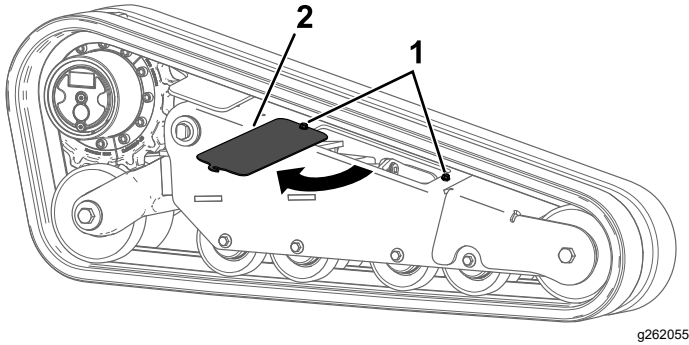

Figure 71
- Desserrez les 2 boulons et ouvrez le capot d'accès (Figure 71).
15. Refermez le capot d'accès et serrez les boulons (Figure 71). Serrez les boulons à 41 N·m (30 pi-lb).